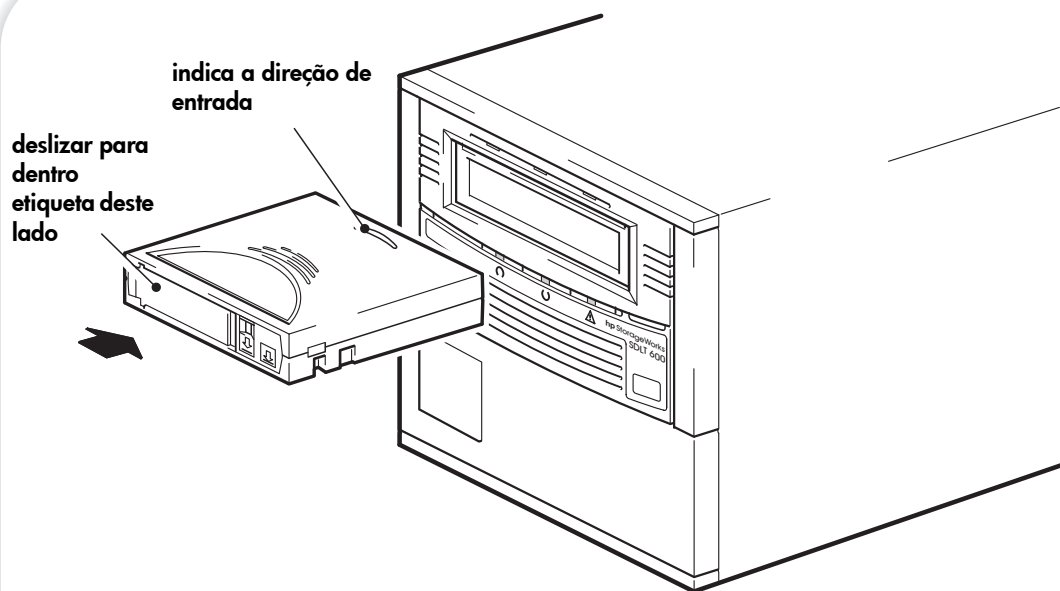

Figura 7a: carregar um cartucho
- 1 Insira o cartucho no slot, na parte frontal da unidade, com a marcação voltada para cima e na direção da porta da unidade. Pressione suavemente até a unidade segurar o cartucho e carregá-lo. (Veja a Figura 7a.)